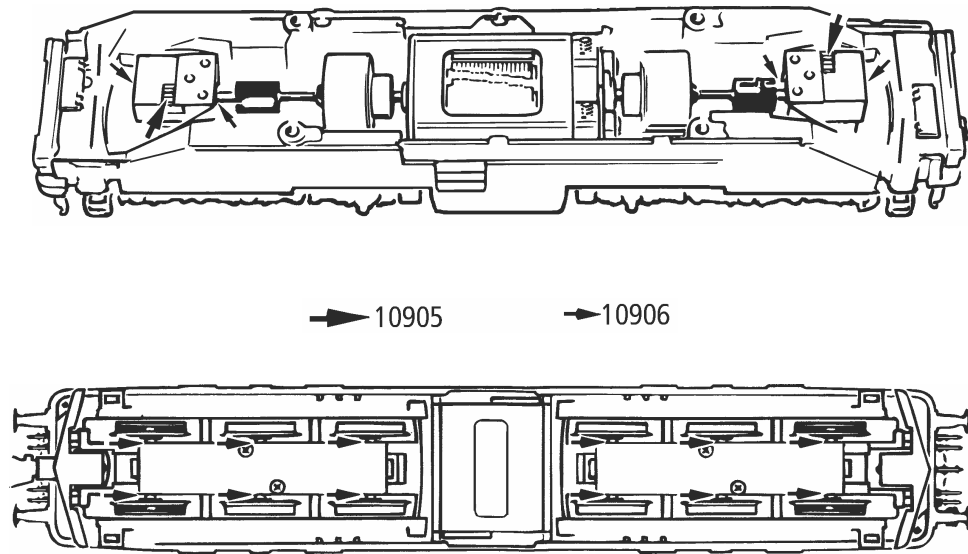

Fig. 10
**4. Kohlebürstenwechsel:** Lokgehäuse abnehmen (Fig. 3). Danach wird der **Motor ausgebaut** und die **Kohlebürsten ausgewechselt** (Fig. 10).
**4. Remplacement des balais du moteur:** Démontez la caisse (voir fig. 3). Démontez ensuite le moteur et échangez le balais (fig. 10).
**4. Carbon Brush Changing:** First remove loco body (fig. 3), and then the motor (fig. 10).